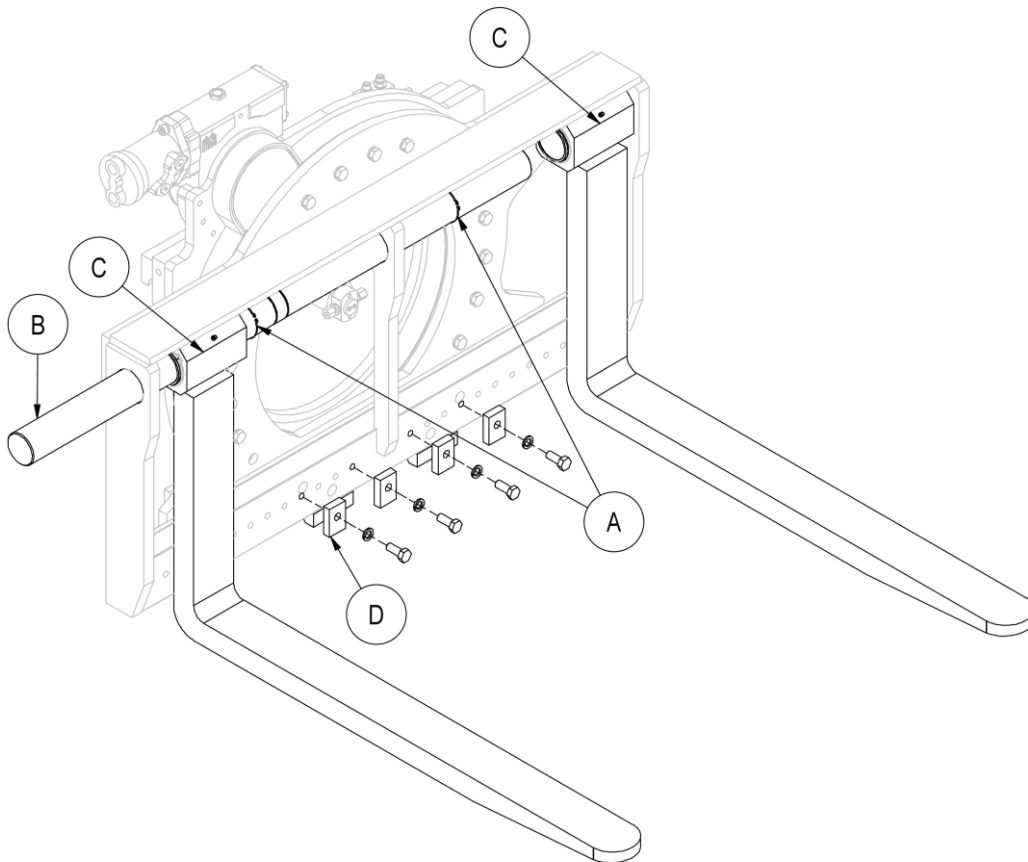

Figura 30
6. Prendere come riferimento la *Figura 30*.